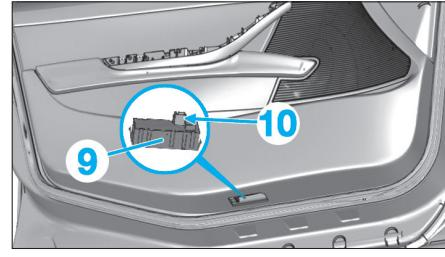

Fig. 53
- Selon équipement, dégrafer l'éclaireur (9) (Fig.53), puis débrancher le connecteur (10).